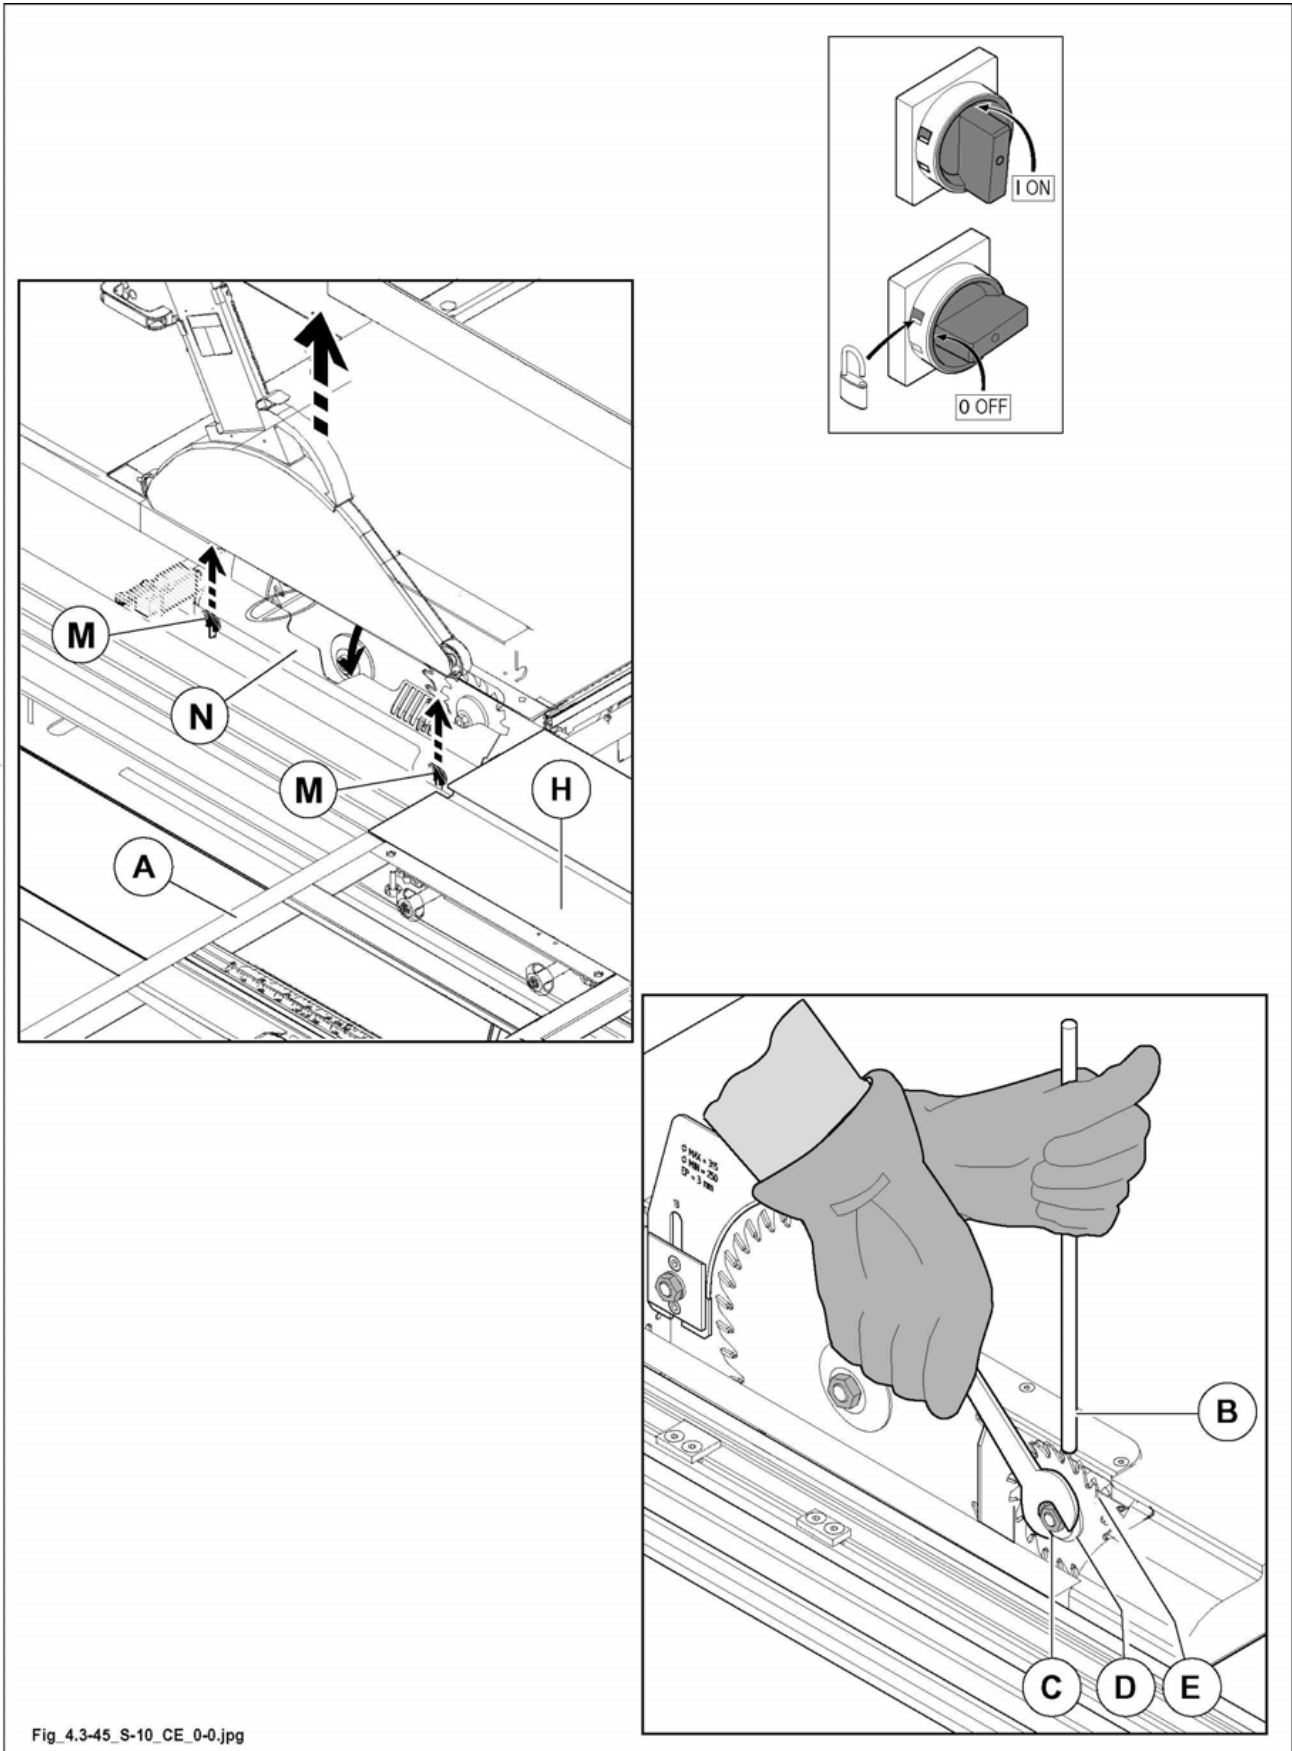

Abb. 4.3-45
- 1) positionieren Sie den Winkelrahmen (A Abb.4.3-45) wie in der Abbildung gezeigt wird und schieben Sie den Waggonschlitten (H Abb.4.3-45) ganz nach rechts.
- 2) Heben Sie der Hebel (M Abb.4.3-45) an und öffnen Sie die Schutzvorrichtung (N Abb.4.3-45).
- 3) Stift (B Abb.4.3-45) in die Öffnung des Sägeblatt-Halterflansches einfügen.
das Anlassen des Sägemotors wird durch einen Endschalter verhindert wenn Schutzdeckel (N Abb. 4.3-45) offen ist.
- 4) Feststellmutter (C Abb. 4.3-45) mit 17-mm-Inbusschlüssel lösen und Flansch (D Abb. 4.3-45) abnehmen.
- 5) In der Reihenfolge das Blatt (E Abb. 4.3-45) mit den Zähnen in Gegenrichtung zur Säge, den Flansch (D Abb. 4.3-45) und die Mutterschraube (C Abb. 4.3-45) einbauen.
- 6) Mutter mit 17-mm-Schlüssel anziehen, indem der Stift (B Abb. 4.3-45) verwendet wird.
*aus Sicherheitsgründen Schutzdeckel (N Abb. 4.3-45) schliessen, andernfalls: